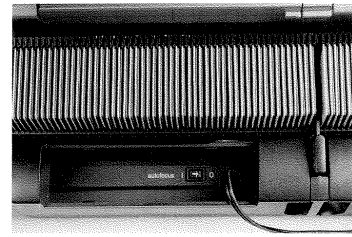

Bild 5
Für spezielle Präsentationen, wie z.B. bei der Überblend- oder Panorama-Projektion, kann der Autofocus durch einen Schalter (Bild 5) dauernd abgeschaltet werden (Schalterstellung „autofocus 0“). Eine manuelle Korrektur der eingestellten Schärfe kann jederzeit über die Fokussiertasten (20) der Kabel- bzw. IR-Fernbedienung erfolgen.
The autofocus function can be permanently switched off (Fig. 5, switch position "autofocus 0") for special presentations such as with dissolve or panorama projection. Manual correction of the set focus is possible at any time using the focusing pushbuttons (20) on the cable or IR remote-control.
Il est possible de couper en permanence l'autofocus par un interrupteur (figure 5) pour des présentations spécifiques telles que des projections en fondu enchaîné ou panoramiques (position de l'interrupteur «autofocus 0»). Une correction manuelle de la mise au point réglée peut s'effectuer à tout moment à l'aide des touches de focalisation (20) de la télécommande à câble ou IR.